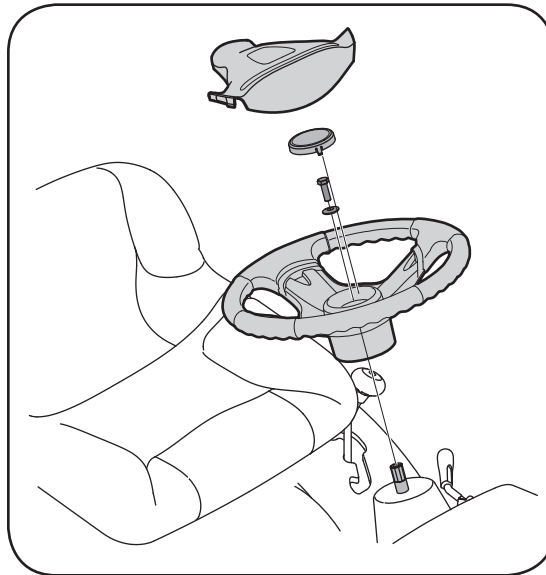

Figure 3-3
REMARQUE : Il existe deux modèles différents de capuchon. Voir la Figure 3-3. Les modèles de capuchon varient selon le modèle du tracteur.
2. Placez la rondelle, côté creux vers le dessous, sur l'arbre de direction. Maintenez avec un boulon de retenue hex. Voir la Figure 3-3.